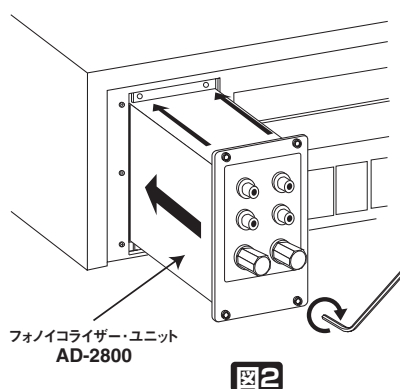

図2
- 3 C-2410本体下側の2本のガイドレールに沿って、AD-2800を挿入(図2参照)します。コネクタに当たって止まったら、少し力を入れてコネクタを完全に差し込みます。(パネル面が同一になればOKです。)